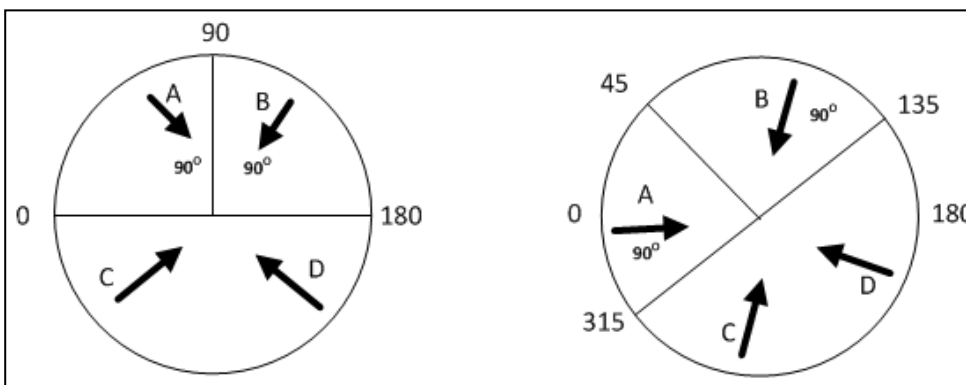

Figura 7: Definição do Sensor de Direção de Vento (7.18)
- Versão 7.18: O número digitado aqui define a área (o número digitado  $\pm 90^\circ$ ) (Figura 7).
O número inserido aqui define a área de ambos os lados do sensor! A Figura 7 ilustra um galinheiro com quatro sensores de vento. O parâmetro Direção do vento do Sensor 1 é definido como 45 ou 90 total. Ventos que vêm para dentro desta área (A) são usados para Programa natural. O controlador ignora os ventos fora desta área (B e C).